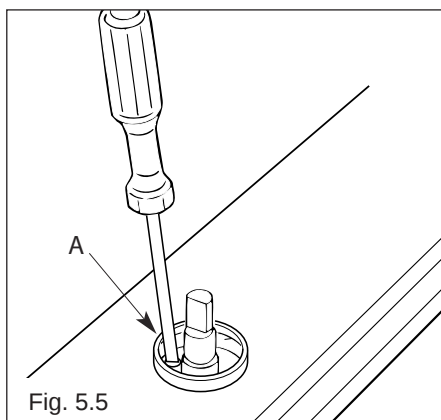

Fig. 5.5
- Con un cacciavite ruotare la vite "A" fino alla corretta regolazione (fig. 5.5).